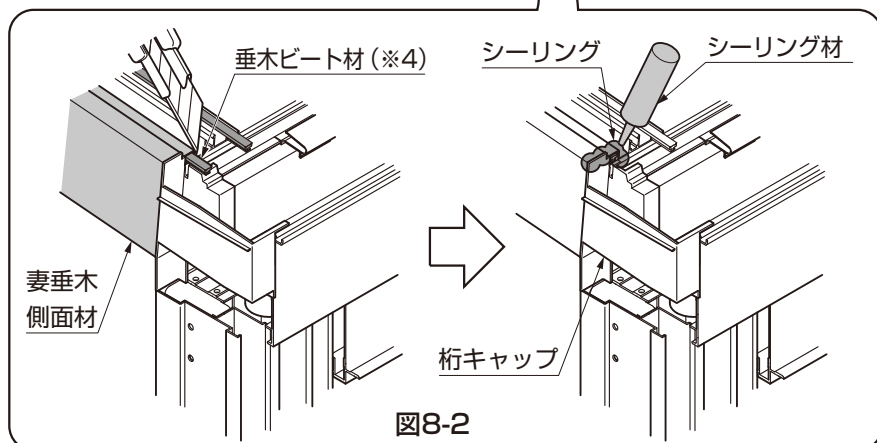

図8-2
- ①妻垂木の両端から100mmの箇所にφ5の穴をあけてください。
- ②妻垂木側面材を垂木掛けにつき当て、妻垂木側に押しつけながら【1-11】で取付けてください。
- ③妻垂木側面材と桁キャップのすき間にシーリングしてください。(図8-2参照)
- 妻垂木側面材を固定後に※4の部分の垂木ビート材をカッターなどで切断してください。(図8-2参照)